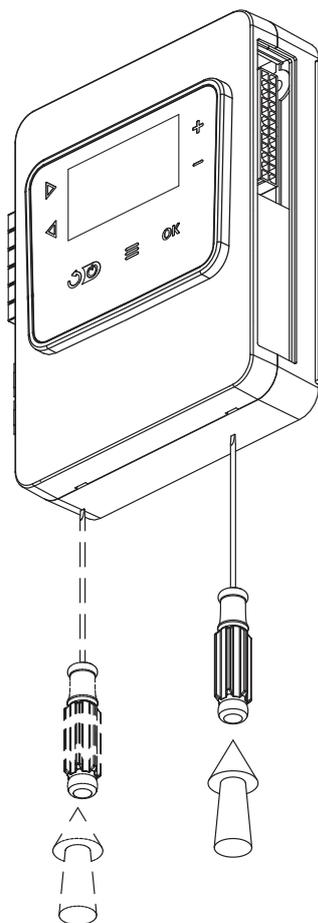

Рис.27 Демонтаж лицевой панели
3. снимите контроллер с основания (Рис.27);